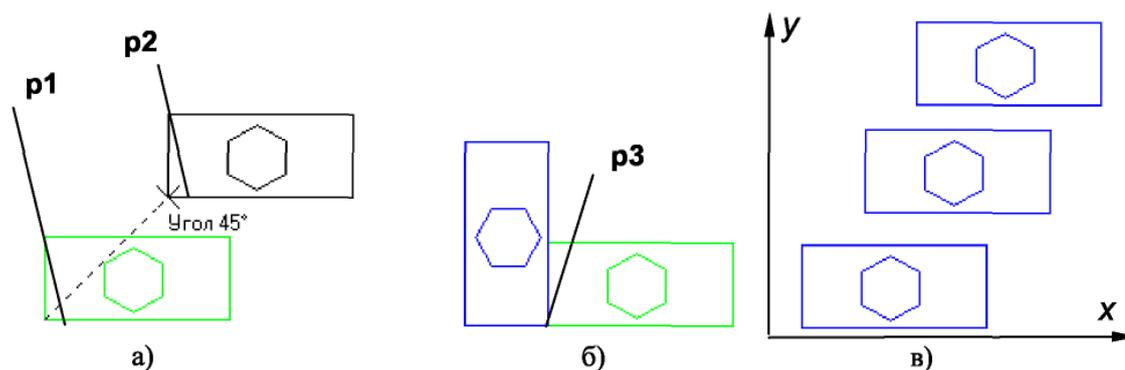

Рисунок 4.3 - Примеры использования команд сдвига и копирования объектов
- 3) указать положение базовой точки p1 (рис. 4.3 а);
- 4) указать новое положение базовой точки p2 (рис. 4.3 а);
- Копирование. Копирование осуществляется смещением копии по осям x и y (рис. 4.3в).